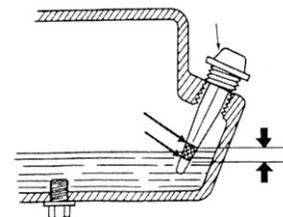

Рисунок 5.3.
Для проверки уровня масла в картере двигателя необходимо пробку-щуп (4) (см. рис. 5.1.) вставить в заливную горловину, при этом не закручивая ее по резьбе (см. рис. 5.3.). Уровень масла должен находиться в пределах между максимальной и минимальной отметками, указанными на масляном щупе.